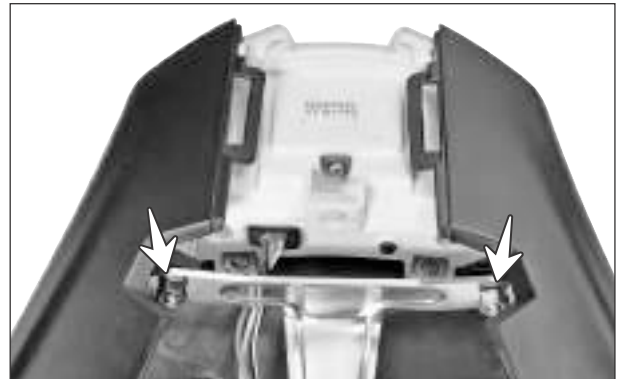

Fig. 5.58
- ▮ Remove the hexagonal flange nut (M6 - 2 nos.). (Fig. 5.58)